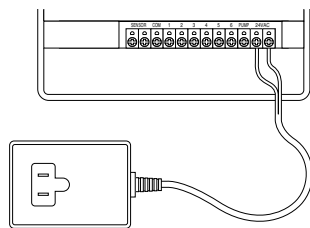

Figure 18: Connexion du relais de démarrage de pompe et du transformateur
- Branchez le transformateur. [Voir Figure 18].